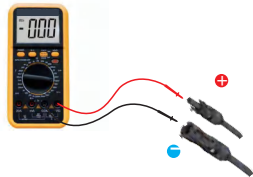
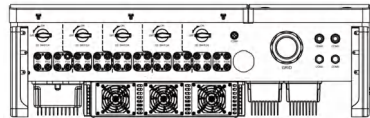

图3.30 万用表测量
图3.31 将直流连接器连接到逆变器
5. 用万用表测量直流输入的PV电压，验证直流输入线缆的极性（如图3.30所示），确保每串电压在逆变器运行范围内。将直流连接器与逆变器连接，直至听到轻微的咔哒声，表示连接成功（如图3.31所示）。